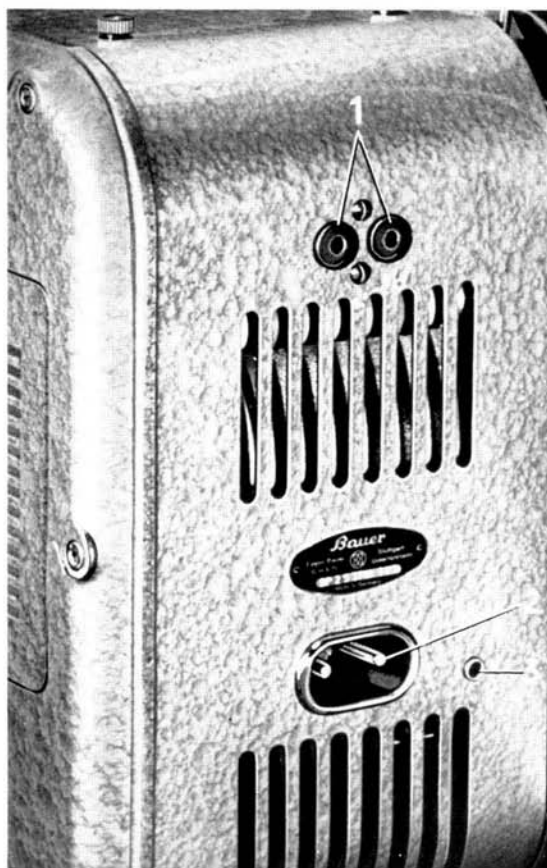

Abb. 3:
6. Bei ausgeschaltetem Hauptschalter wird nun der Projektor mit Hilfe des Netzanschlußkabels an die Netzsteckdose angeschlossen. Einstecken des Netzanschlußkabels an der hinteren Schmalseite des Geräts (siehe Abb. 3/2). Wenn eine sogenannte Schuko-Steckdose